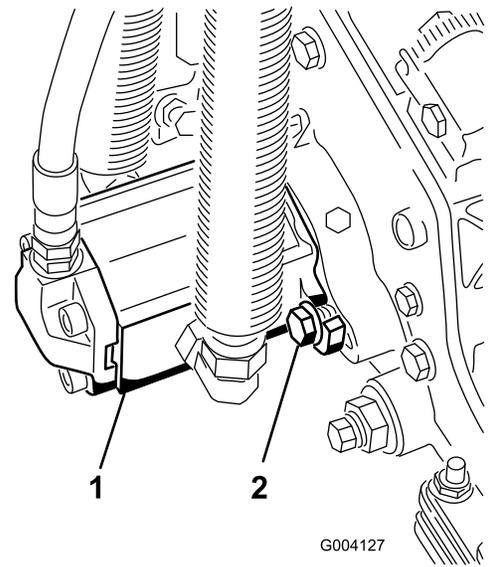

图 32
- 以顺时针旋转的方式安装马达让马达法兰与螺栓保持一定空隙 (图 32)。